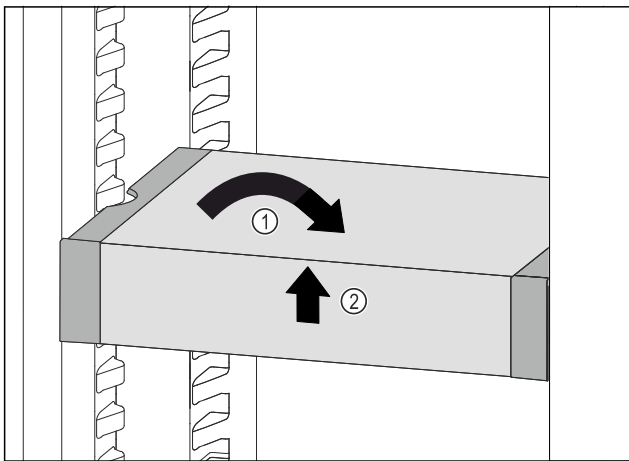

Fig. 33
- ▶ VarioSafe gerade stellen. Fig. 33 (1)
- ▶ VarioSafe vorne anheben. Fig. 33 (2)